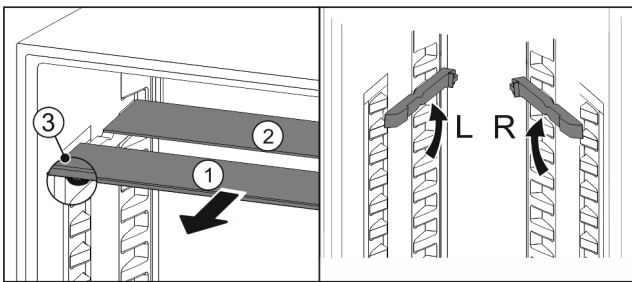

Fig. 115
- ▶ По одной извлеките Fig. 115 (1) стеклянные панели движением вперед.
- ▶ Стеклянная панель Fig. 115 (1) с декоративной планкой лежит спереди.
- ▶ Стопоры Fig. 115 (3) показывают вниз.